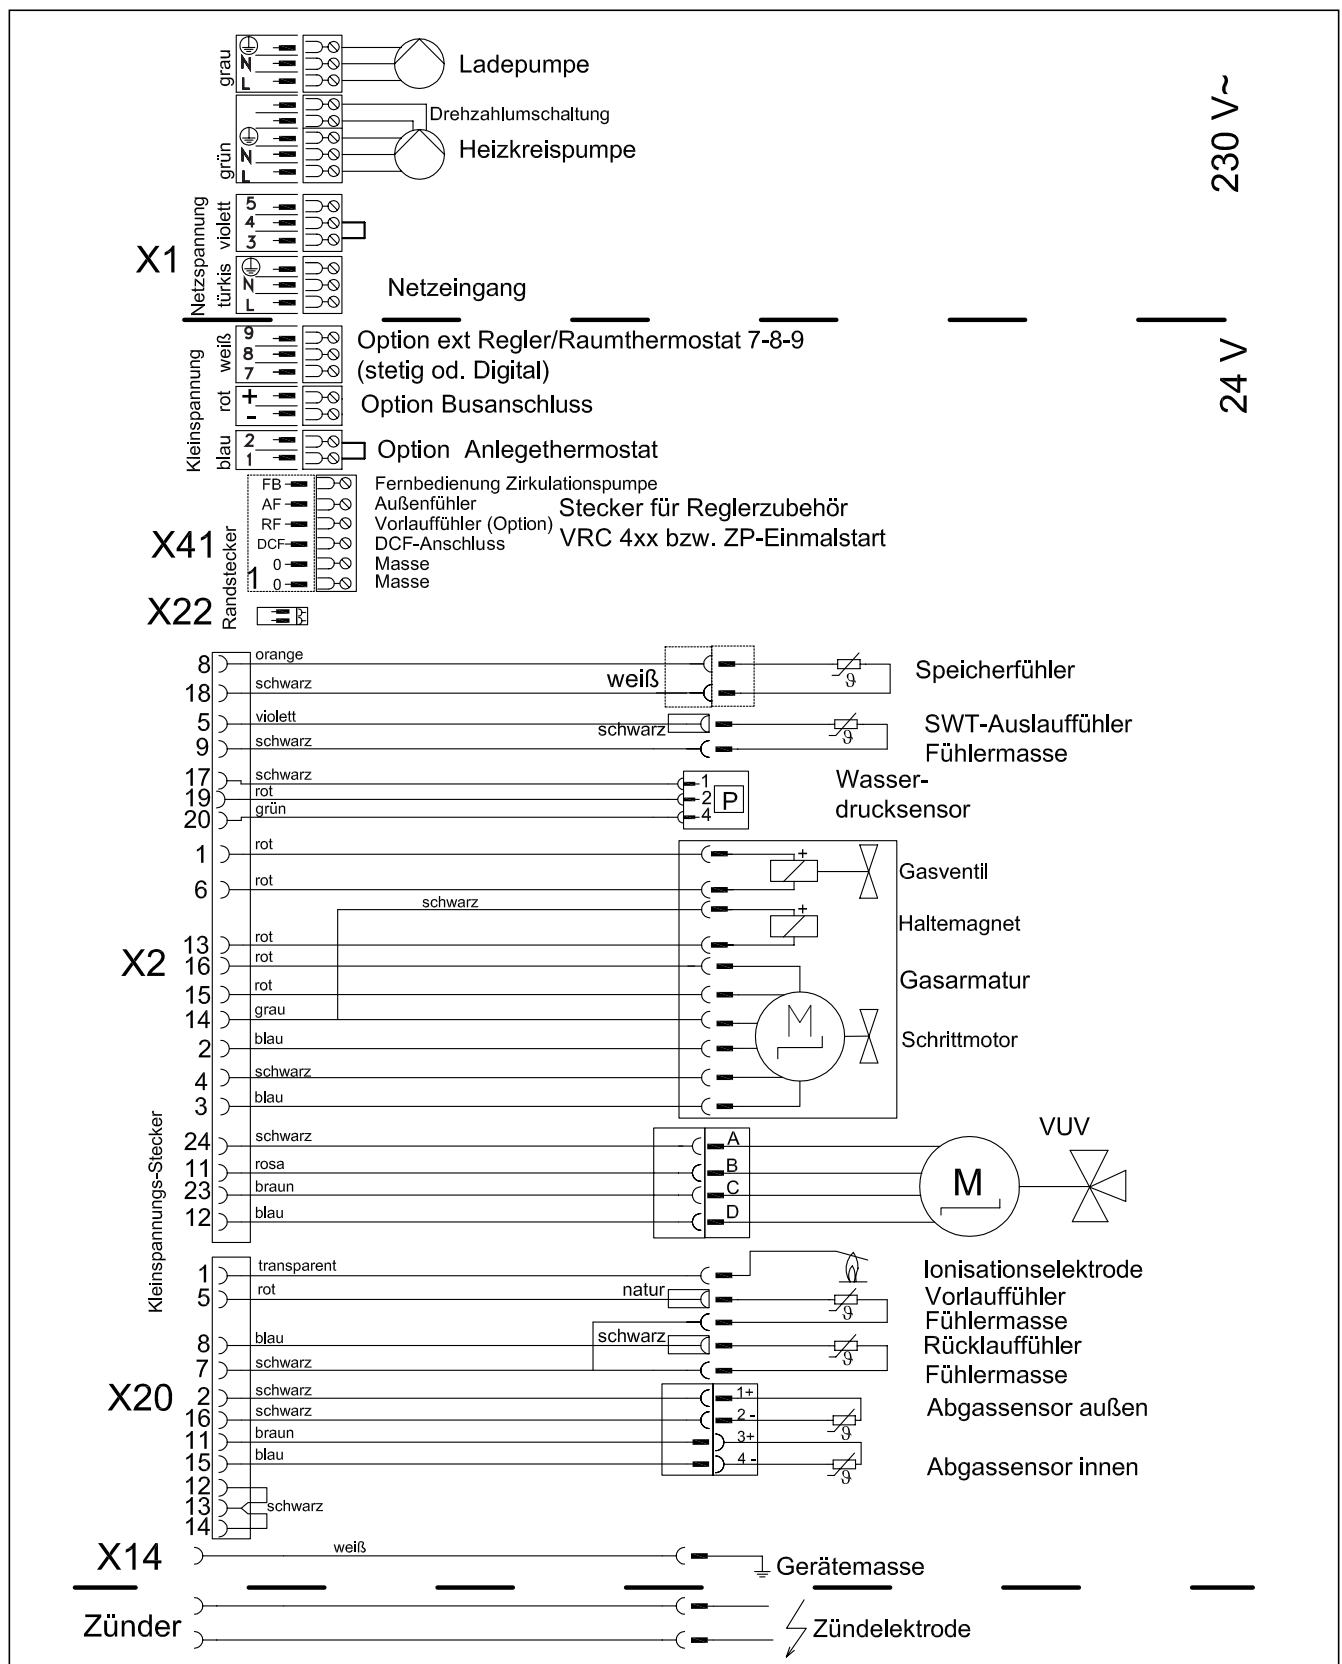

Abb. 5.6 Anschlussverdrahtung mit System ProE
- Schließen Sie die Anschlusskabel entsprechend Abbildung 5.6 an die entsprechenden ProE Stecker bzw. Steckplätze der Elektronik an.